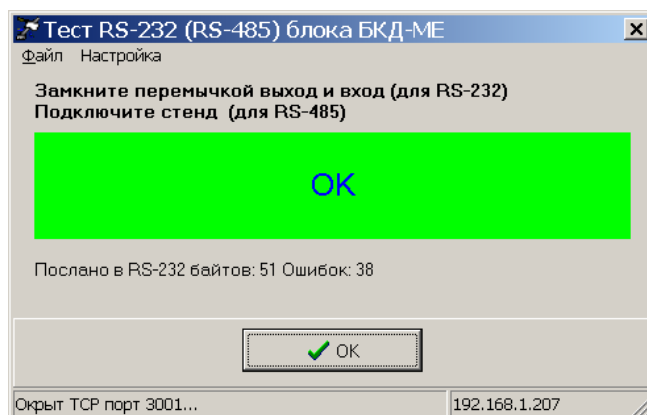

Рисунок 32
- 5) При исправном последовательном интерфейсе RS-232 после десяти звуковых сигналов окно автоматически закроется – тест успешно завершен (рисунок 32).
- 4) При исправном последовательном интерфейсе RS-485 после десяти звуковых сигналов окно автоматически закроется – тест успешно завершен (рисунок 32).